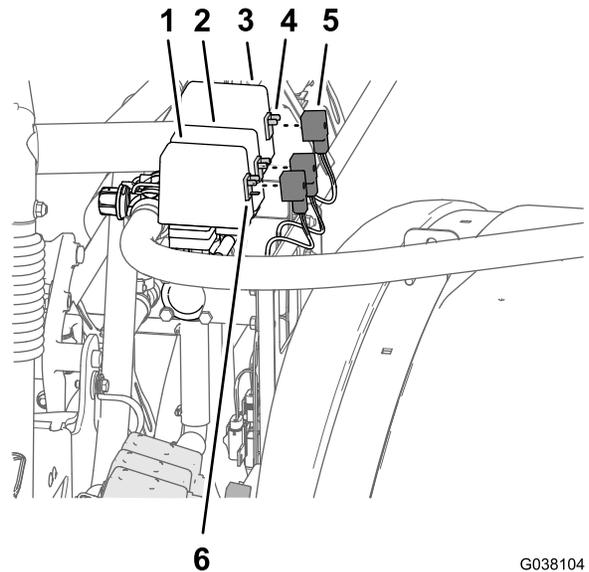

図7
5. バルブから、ワイヤハーネスの3コネクタコネクタを外す 図7。
4. 右側マスター散布バルブから、ワイヤハーネスの、MASTER SPRAY VALVE というラベルのついているコネクタコネクタ外す 図7。